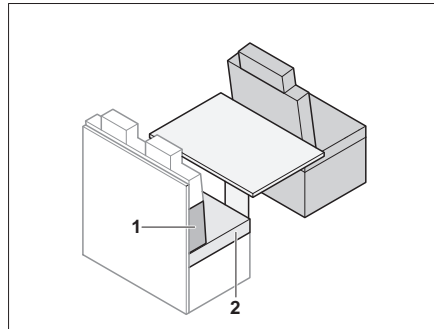

Fig. 143 Prima della trasformazione
- Rimuovere i cuscini del divano (Fig. 143,2).
- Posizionare il cuscino dello schienale (Fig. 143,1) tra il cuscino del divano e la parete posteriore. Rispettare la forma cuneiforme.